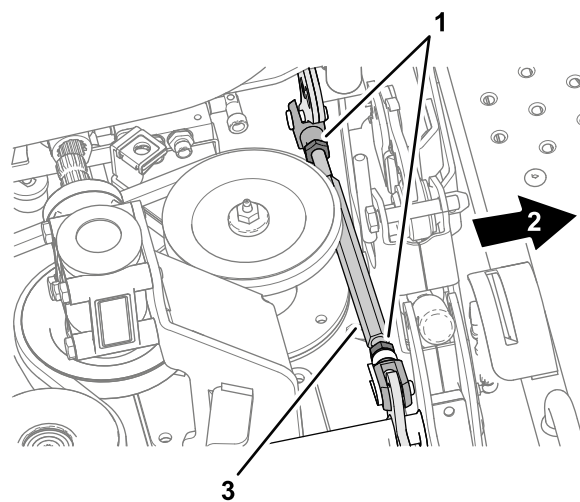
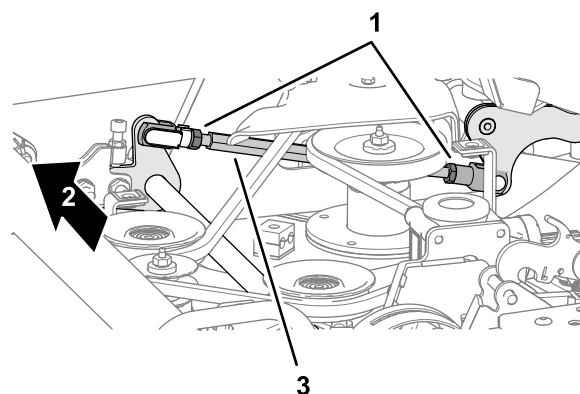

Figura 128
Figura 129
- B. Slăbiți contrapiuliile pentru elementele de reglare a înclinării punii (Figura 128 și Figura 129) din fiecare parte a punii.